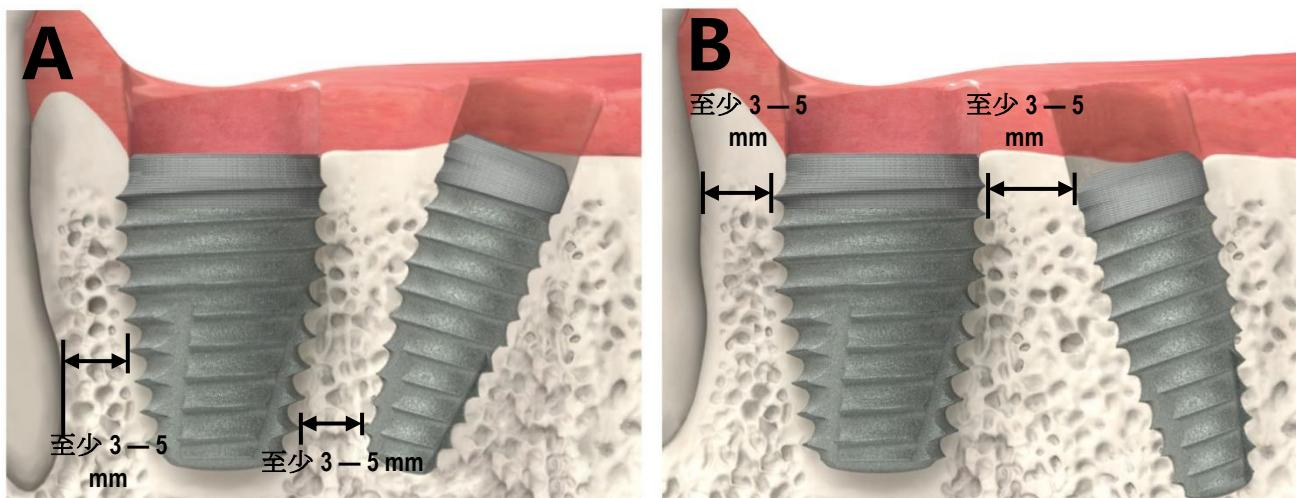

图1.警告及注意事项(3)
牙科种植体可因多种原因损坏，其中包括因不当牙合产生的过度负荷、金属疲劳及植入期间的种植体过紧。一定比例的种植体可能无法实现或维持骨整合，表现为活动，应将其移除。基牙断裂的可能原因包括但不限于：铸造角度超出 30 度，铸钛温度高于 2010°F (1099°C)，与受损牙齿连接时种植体支持不足，非被动适应上层结构，由于牙合不当产生过度负荷，胶合基牙未完全就位及牙桥悬臂过长。由于种植体的可能失效，带有有角或直型基牙的小直径种植体专用于口腔前区，不适用于口腔后区。锥形 IM 种植体 (1) 仅限用于后牙区；(2) 每个臼齿拔除部位仅限使用一个种植体；(3) 应距离相邻的种植体或牙齿 3-5 毫米，种植体的顶端范围到相邻种植体或种植体到牙齿接触点的距离应为 3 毫米（相对于牙齿冠部和牙槽嵴而言）（图 1）；(4) 应距离颊侧或舌侧牙槽表面至少 1.5 毫米，以便充分整合；并且(5) 在以下情况使用：当外科医生确定，植入直径较窄的种植体会由于较差的初期稳定性或手术步骤的增加（从而导致并发症）而增加失败的可能性。